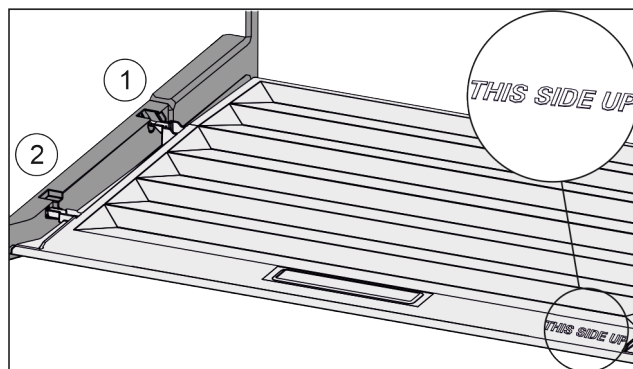

Fig. 95
- ▶ Robova predala vstavite nad odprto zadnjega držala *Fig. 95 (1)*, spredaj pa ju zataknete v držalo *Fig. 95 (2)*.